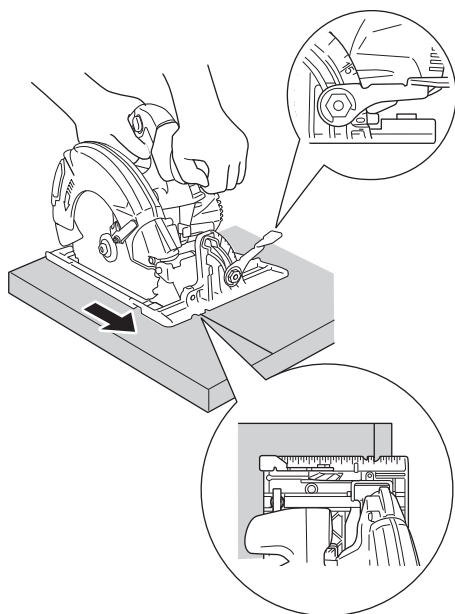

Fig. 29
- (2) Cuando la base no está inclinada, use el lado derecho de la muesca (Fig. 28, Fig. 29).